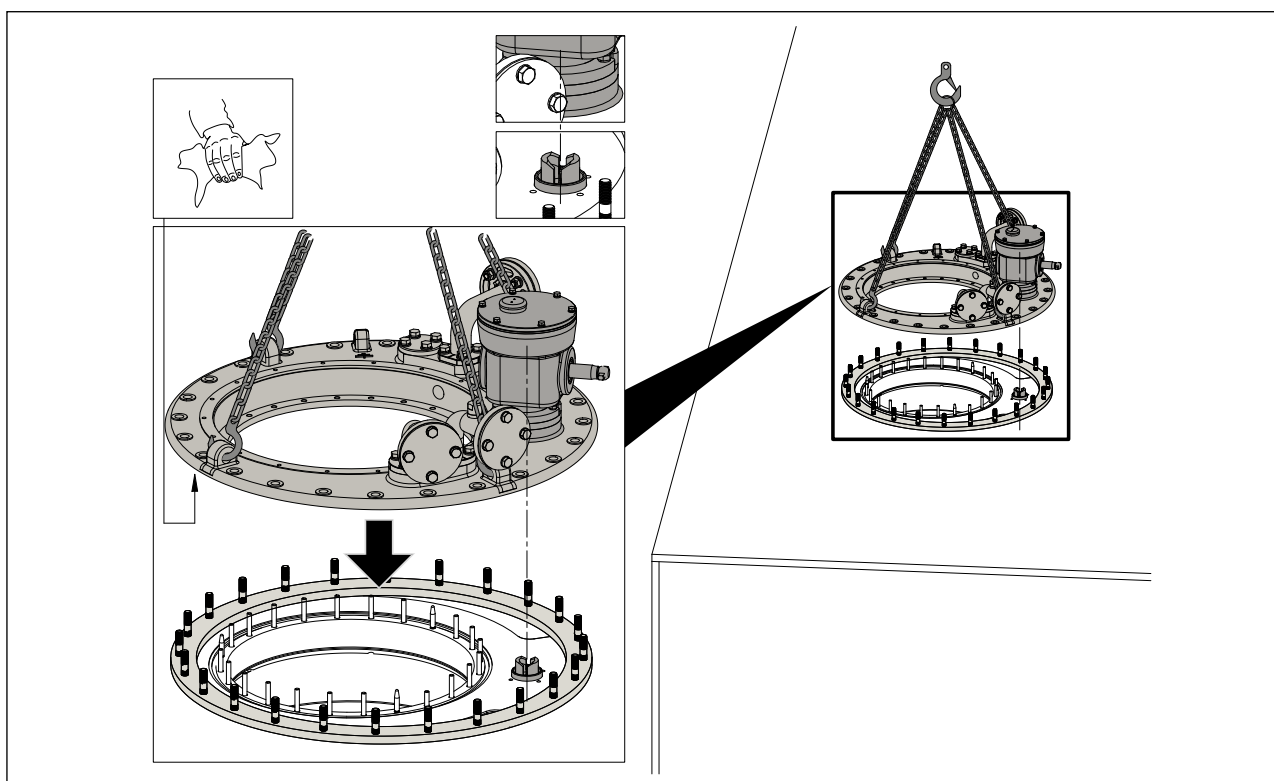

图 5-22 对齐安装法兰
- 吊起 OLTC 安装法兰，将其孔与变压器安装法兰上的螺栓对齐。然后放下 OLTC 安装法兰，使用 19mm 开口 / 套筒扳手，安装 M12 螺母，扭矩：35Nm，确保其牢固地固定在变压器安装法兰上（见图 5-22）。